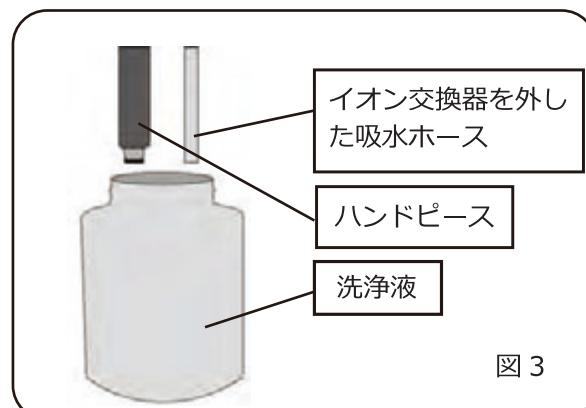

図3
- 別売の洗浄液(500ccガラス容器)にノズルを外したハンドピースと吸水ホースと一緒に容器の中に入れます。(図3)